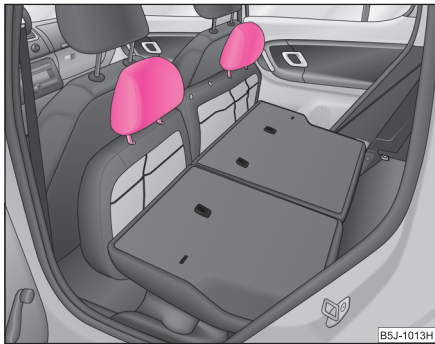

Fig. 55 Scaunele din spate: Tetierele în scaunele din spate
- Tetierele se pot introduce în orificiile corespunzătoare ale banchetei rabatate ⇒ pagina 73, fig. 55.